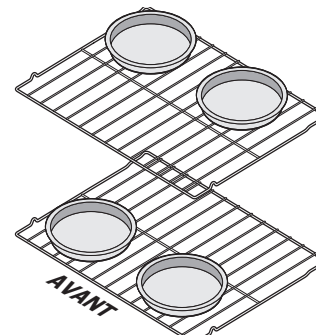

Figure 8 : Espacement des ustensiles de cuisson
- Lorsque vous cuisinez avec deux grilles de four, positionnez l'ustensile de cuisson comme illustré à la figure 8. Laissez un espace d'au moins 5 cm (2 po) entre les ustensiles de cuisson pour permettre à l'air de bien circuler.